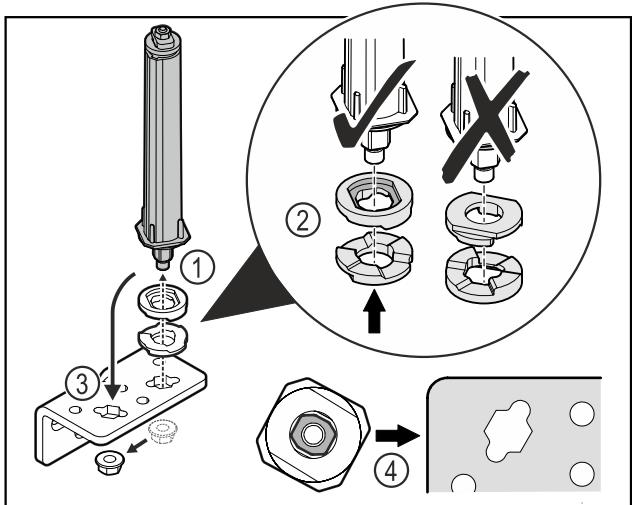

Fig. 36
- Відкрутити гайку і зняти систему запирання дверей Fig. 36 (1).
- Слідкувати за правильним розташуванням шайб для регулювання висоти Fig. 36 (2).
- Переставити систему запирання дверей у шарнірному кутику і зафіксувати гайкою Fig. 36 (3).
- Під час встановлення слідкувати за правильною орієнтацією системи запирання дверей Fig. 36 (4).